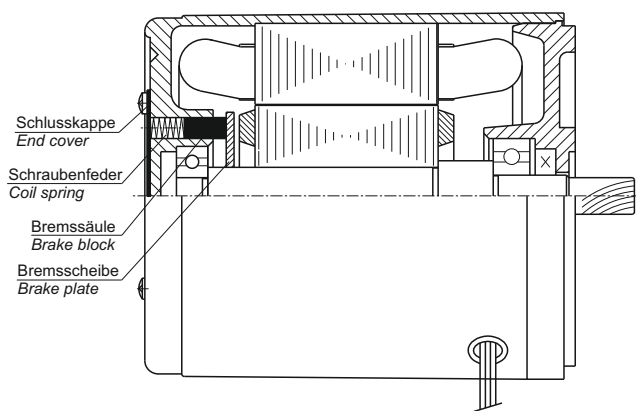

Bild 1 / Fig.1
1. **Der umkehrbare Motor ist mit einer einfachen Bremse an der Rückseite des Motors ausgestattet, der ist geeignet für häufige Vorwärts- und Rückwärtsdrehungen in kurzer Zeit. Der Aufbau der Einfachbremse ist in Bild 1 dargestellt. Der Bremshebel mit Federdruck wirkt auf die rotierende Bremsscheibe und hält den Dauerdruck aufrecht. Die einfache Bremse des reversierbaren Motors wirkt wie folgt:**
*Reversible motor has a friction brake at the back of the motor body, which is designed for applications where reversal of direction is frequently required. For the friction brake, pls check Fig.1. The damp with spring impacts the rotating brake disk and supplies with continuous press. The functions of the friction brake are as following:*